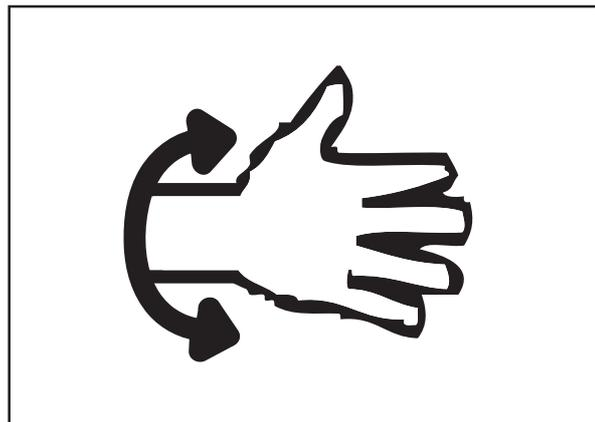

Fig. 18
- Sólo traccione el implemento a través de la barra de tracción. El remolque a través de acoplamiento a otros sitios puede volcar el tractor (Fig. 18).